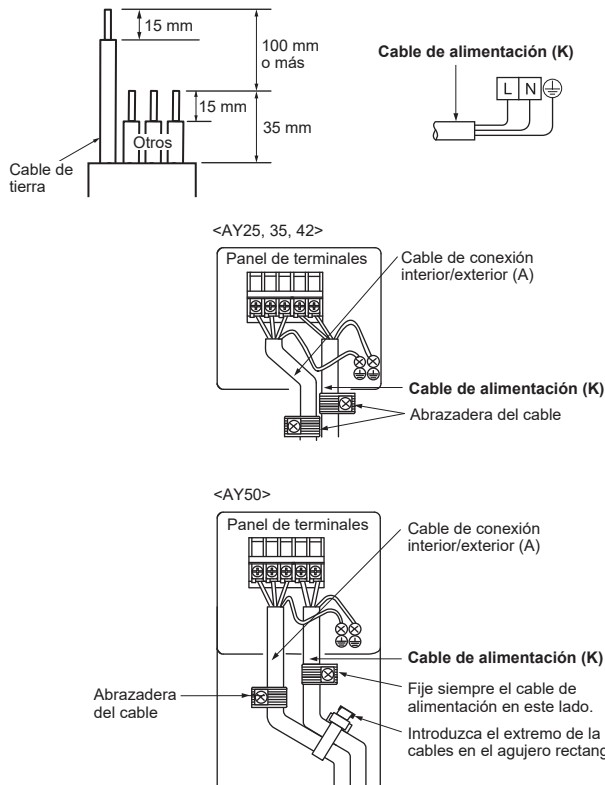

Fig. 5
- 6) Introduzca la manguera de drenaje en el manguito del orificio de la pared (C) y enganche la parte superior de la unidad interior en la placa de instalación (1). A continuación, desplace la unidad interior totalmente a la izquierda para facilitar la colocación de las tuberías en la parte posterior de la unidad.
- 7) Recorte el espaciador de la espuma de poliuretano del embalaje y colóquelo en el reborde de la parte posterior de la unidad interior. (Fig. 5)
- 8) Conecte el tubo de refrigerante a la tubería de extensión (B).
- 9) Empuje la parte inferior de la unidad interior hacia la palanca de instalación (1).